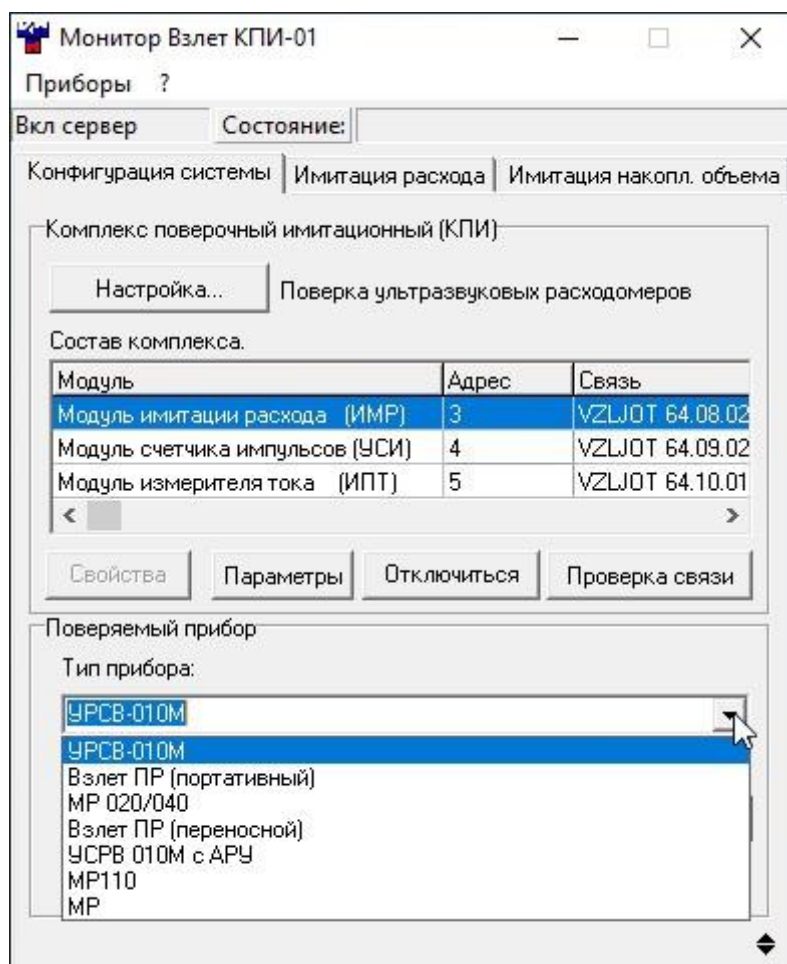

Рис.6. Выбор поверяемого прибора.
2.4.1.5. Тип поверяемого прибора выбирают из списка, который разворачивается после нажатия кнопки , расположенной в поле ввода **Тип прибора** (рис.6).